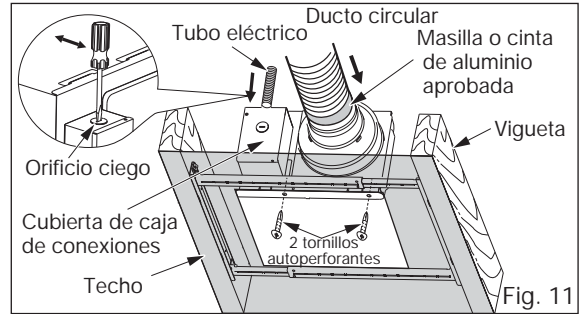

Fig. 11
3. Instale el adaptador en el soporte Flex-Z Fast™ utilizando 2 tornillos autoperforantes. (Fig.11)